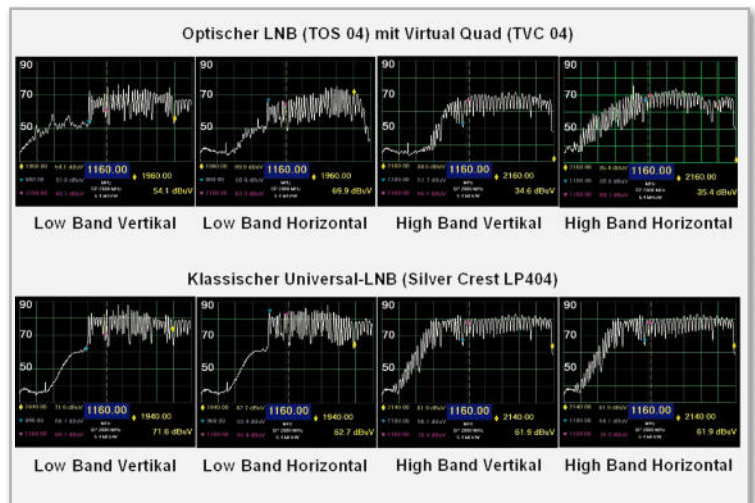

Bild 14: Beim Frequenzgang hat das System aus optischem LNB und Virtual Quad (oben) im Vergleich mit einem rein elektrischen LNB noch leichte Schwächen.
**Frequenzgänge.** Im Vergleich mit einem klassischen Universal-Twin-LNB (Silver Crest LP404) zeigte das Duo aus optischem LNB (TOS 04) mit direkt nachgeschaltetem Virtual Quad (TVC 04) von Triax-Hirschmann leichte, vielleicht vom Exemplar abhängige Schwächen in der Linearität des Frequenzgangs, besonders in der horizontalen Ebene des High-Bands (Abbildung 14). Hier war der Transponder 107 (Sat-1-Bouquet: Sat 1, Pro Sieben, Kabel Eins, N 24 und 9 Live ...) in einem Pegeltal. Ohne Messempfänger mit Spektrumsdarstellung ist dem daraus möglicherweise resultierenden instabilen Empfang schwer beizukommen.
Bild 15: Die Frequenzgangdelle in Bild 14 oben rechts manifestiert sich in mäßigen Werten für C/N und MER. Die Screenshots stammen vom Messempfänger Teles H45 advance.